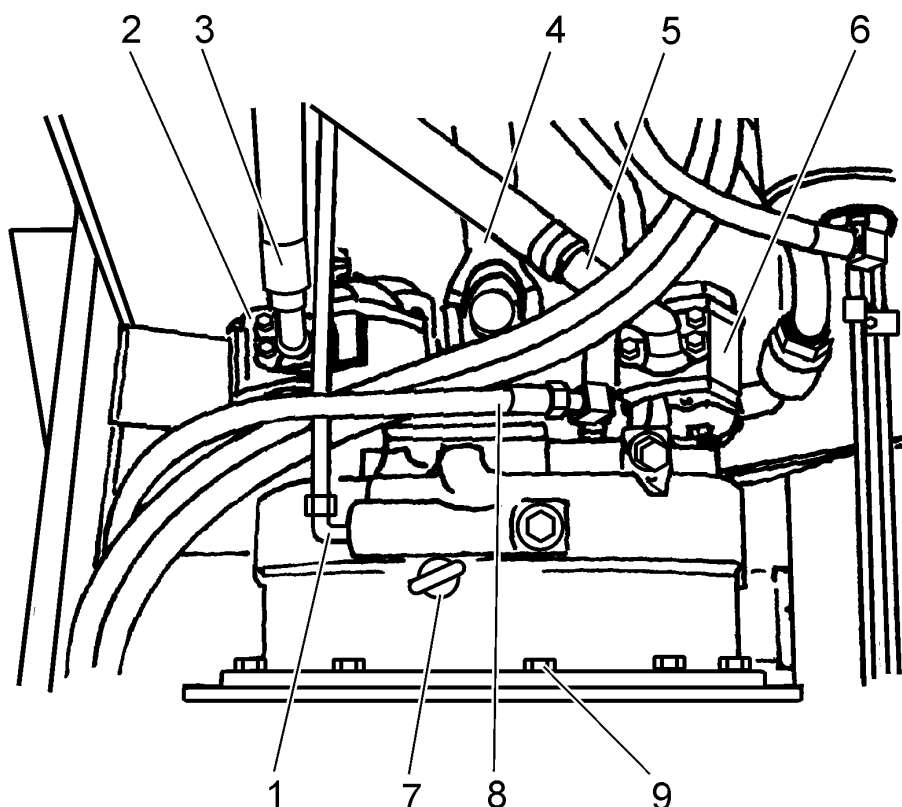

Рис. 7В.14. Места подсоединения гидротрансформатора (вид сверху)
3. Прикрутить фланец гидротрансформатора болтами (9, Рис. 7В.14.) к корпусу маховика. Болты затянуть моментом 46±51 [Нм].
- маслопровод (3, Рис. 7В.15.), отводящий внутренние утечки масла из гидротрансформатора;
- маслопровод (1, Рис. 7В.15.), подводящий масло к гидротрансформатору;
- маслопровод (8, Рис. 7В.14.), отводящий масло от гидротрансформатора к жидкостно-масляному радиатору.